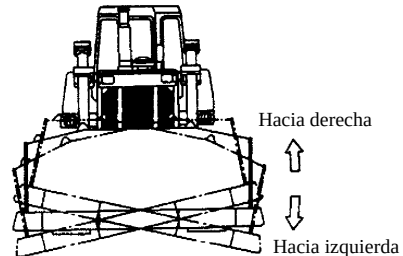

Figura 2-13
- ★ Cuando la palanca está en la posición④, no se puede saltar a su posición fija②, se debe regresarlo a mano. Cuando manipula la pala recta, poner la palanca de giro en esta posición ④, e inclina a la derecha; poner el brazo controlador en otra posición ④, e inclina a la izquierda. (figura 2-13)